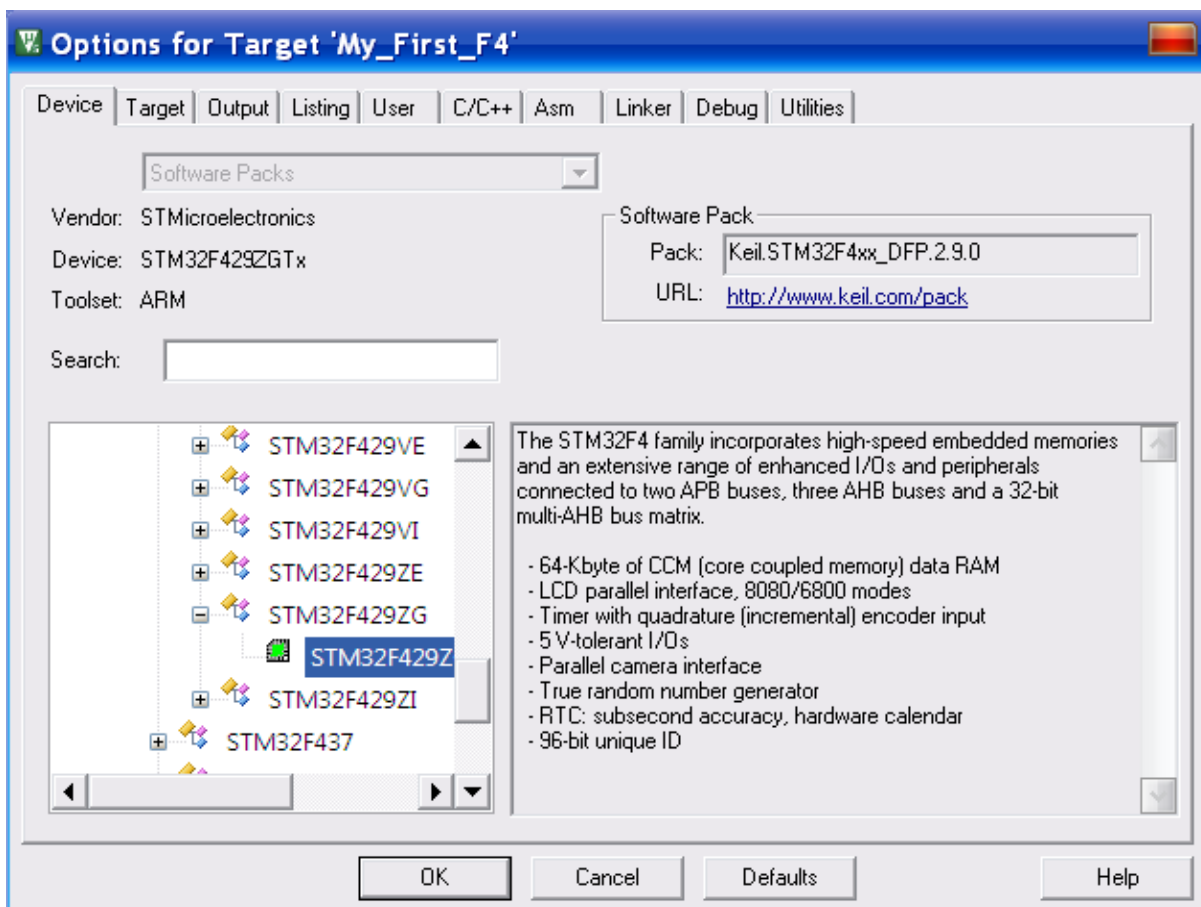

Рисунок 2.7 – Перевірка правильності вибору мікроконтролера
1. На вкладці **Device** можна довідатися про основні характеристики використаного МК (рисунок 2.7).